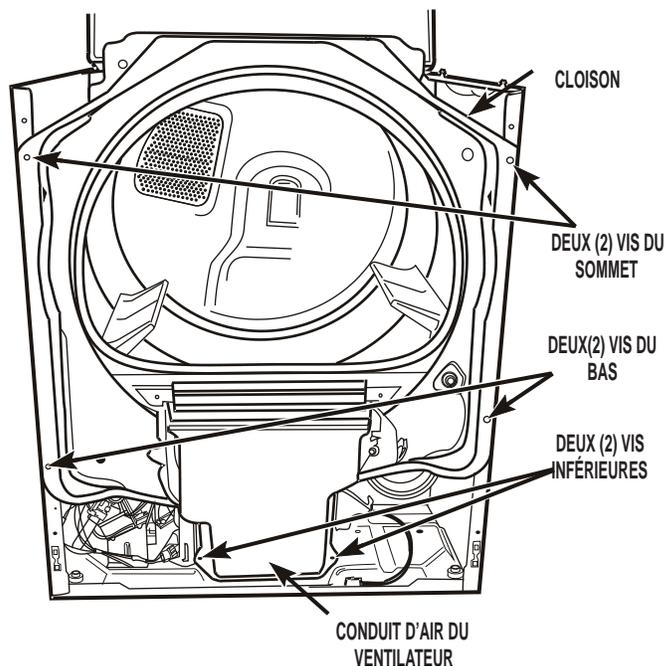

FIGURE 5
9. Sur la cloison avant, desserrer les deux (2) vis à tête hexagonale du sommet puis enlever les deux (2) vis à tête hexagonale du bas. Ôter les deux (2) vis inférieures du conduit d'air du ventilateur. Enlever délicatement la cloison et le conduit d'air du ventilateur (à l'avant de la sécheuse). Consulter la *Figure 5*.